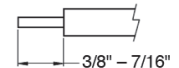

Figure 4
**STEP 10:** Cut supply cable to desired length. Strip black and white wire leads with wire strippers to expose 3/8" – 7/16" of bare metal (See Figure 4.)
**STEP 11:** Using Wirenuts ③ provided, connect supply (house) wires to fixture wires - white to white, black to black, and green to green or bare copper ground wire.
**PASO 10:** Corte el cable de suministro según la longitud deseada. Pele los terminales de los cables negro y blanco con los alicates de corte para dejar expuesto 3/8" – 7/16" de metal (vea la Fig. 4).
**PASO 11:** Usando los capuchones para cables provistos ③, conecte los cables de suministro eléctrico (del hogar) a los cables del dispositivo: blanco con blanco, negro con negro y verde con verde o con el cable a tierra de cobre desnudo.
**ÉTAPE 10:** Coupez le câble d'alimentation à la longueur désirée. Dénudez les fils noir et blanc avec une pince à dénuder pour exposer 3/8" – 7/16" de métal nu (Voir la figure 4.)
**ÉTAPE 11:** À l'aide du connecteur de fils ③ fourni, raccordez les fils d'alimentation (maison) aux fils du luminaire : fil de terre blanc au blanc, noir au noir et vert au vert ou fil terre en cuivre nu.